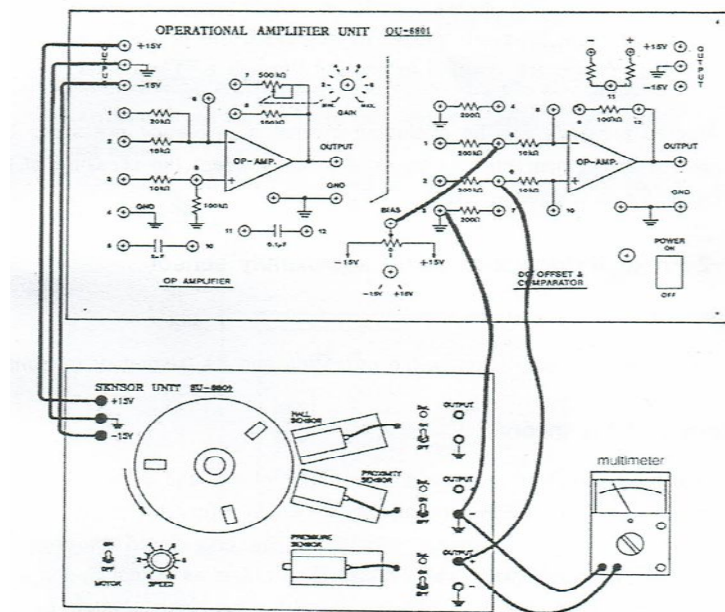

Fig.7.2 Schéma de connexion d'un capteur de pression.
1. Lorsque l'unité d'ampli OP est hors tension, configurez l'équipement comme indiqué à la figure 7-2. Retirez le couvercle à l'entrée de pression du capteur et connectez le compresseur à main.